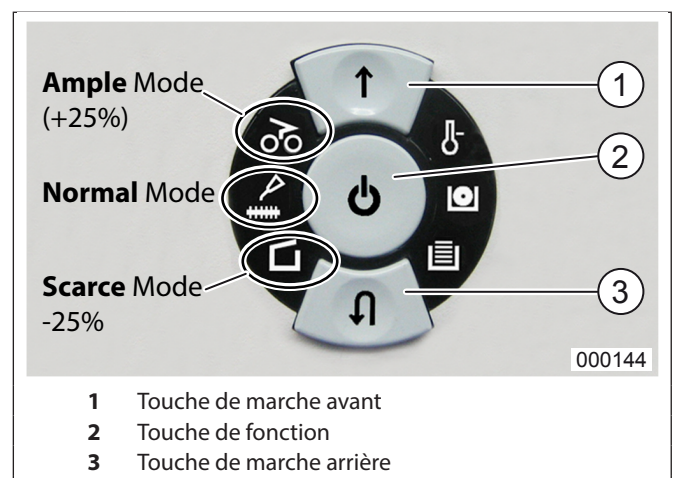

fig. 5 Modifier le volume d'huile
3. Appuyer simultanément sur la touche marche avant (fig. 5/1) et la touche marche arrière (fig. 5/3) et les maintenir enfoncées.
4. En outre, appuyez sur la touche de fonction (fig. 5/2) et relâchez-la.
7. Appuyez plusieurs fois sur la touche fonction (fig. 5/2) jusqu'à ce que le niveau souhaité de volume d'huile s'allume (fig. 5).